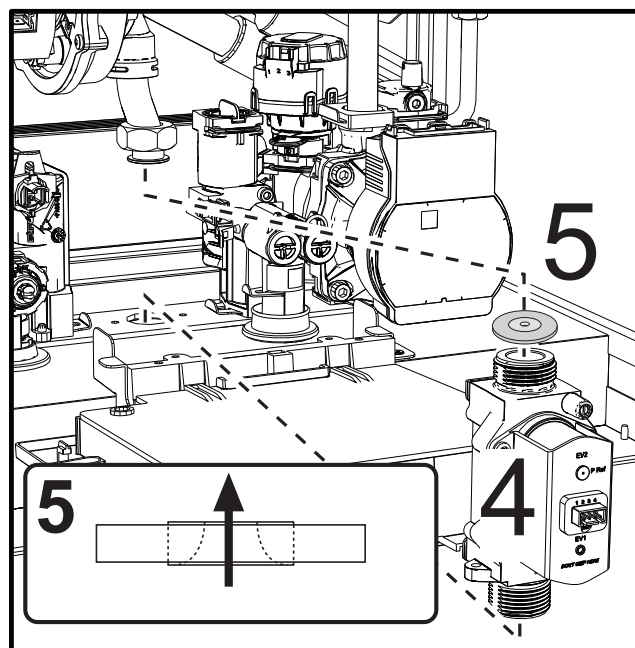

fig. 44
- Verwijder de gasklep "4" en het gasdiafragma "5" (fig. 44).